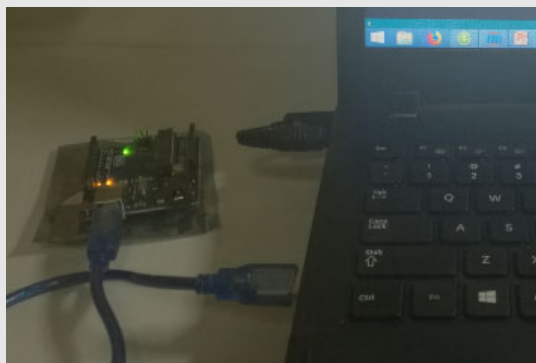

图 1-5 Arduino UNO 开发板和计算机的连接
(1) 用配备的 USB 数据线将 Arduino UNO 开发板和计算机的 USB 接口连接起来，如图 1-5 所示。